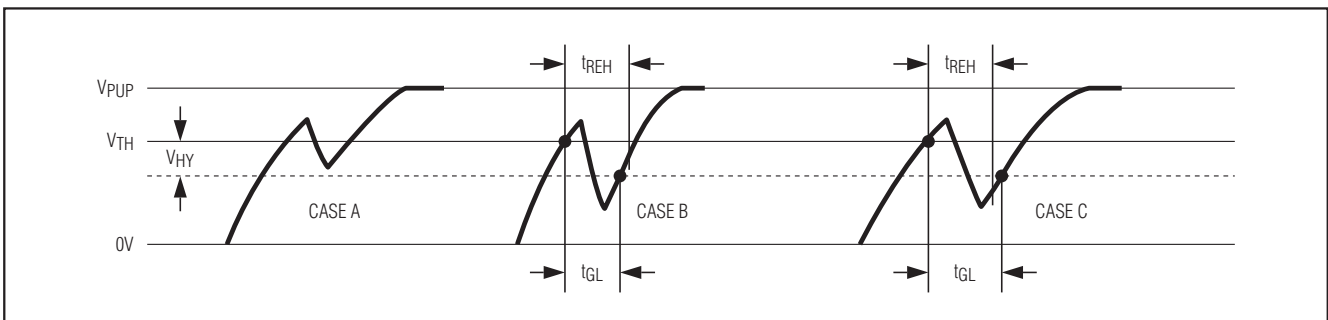

图12. 噪声抑制示意图
- 2) 在低到高的开关门限 $V_{TH}$ 处设有一个滞回,如果有一个负毛刺低于 $V_{TH}$ 但还没有低于 $V_{TH} - V_{HY}$ ,将不会被承认(图12的示例A)。滞回在任何1-Wire速度模式下均有效。
- 3) 由上升沿保持关闭时间 $t_{REH}$ 定义了一个时间窗口,在该时间窗口内即使毛刺低于 $V_{TH} - V_{HY}$ 也会被忽略(图12的示例B,  $t_{GL} < t_{REH}$ )。大的压降或穿过 $V_{TH}$ 门限后
延续时间超出 $t_{REH}$ 窗口的毛刺则无法滤除,会被当作一个新时隙的开始(图12的示例C,  $t_{GL} \geq t_{REH}$ )。